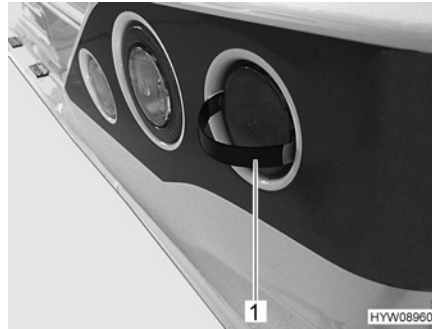

Bild 126 Abdeckung abnehmen
- Rastungen des mitgelieferten Werkzeugs (Bild 126,1) wie dargestellt neben der Abdeckung einstecken.